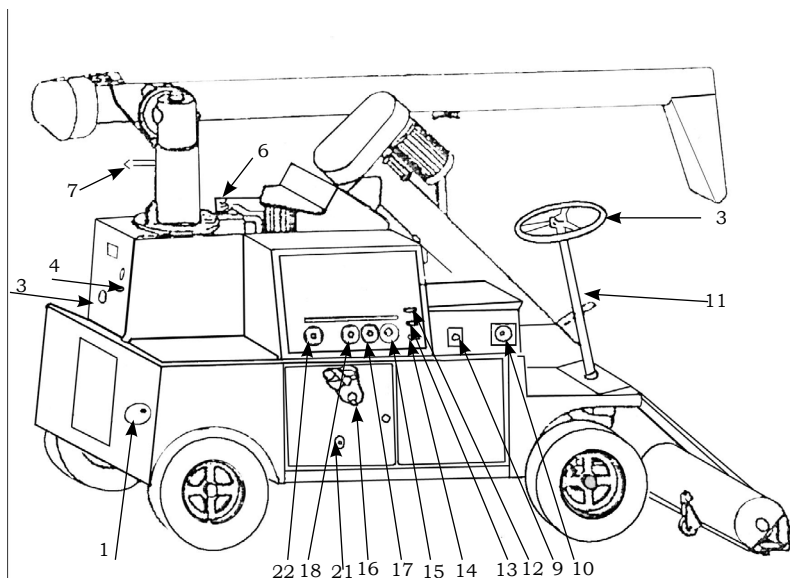

Рис.4.1.
3.23. Ежедневно перед началом работы после, установки рычага подачи семян (поз.19, рис.4.1.) необходимо проверить правильность прилегания резинового уплотнения АПШ 13.003 (поз.3, рис.3.4)
4.1. Органы управления протравливателя (рис. 4.1) служат для управления процессами подготовки к работе, протравливания, а так же маневрирования.
Рукоятка механизма поворота 4 (см. рис. 4.1) и механизма подъема шнека предназначена для поворота и подъема выгрузного шнека с целью установки его в желаемое положение при выгрузке семян и маневрирования.
4.4. Посты управления (кнопки) (см. рис. 4.1) предназначены для ручного управления протравливателя механизмами в наладочном режиме. Кнопка 17 «ЗА-
4.5 Для контроля работы протравливателя служат сигнальные лампы (см. рис. 4.1):
Проведите для этого следующие операции (см. рис. 4.1)
- 4) нажмите и отпустите кнопку 18 (рис. 4.1) «ДОЗАТОР – ВЫГРУЗКА». Работают двигатели М1, М2, М3 шнеков камеры 17 выгрузного шнека 19 и промежуточного шнека 18. Убедитесь в правильности вращения двигателей. Включается электромагнит 34 дозатора;
- 5) нажмите и удерживайте кнопку 18 (см. рис. 4.1) «ДОЗАТОР-ВЫГРУЗКА» - электромагнит отключается, работает дозатор рабочей жидкости (см. рис. 4.1) и диск семян. Отпустите кнопку: включается электромагнит, отключается дозатор рабочей жидкости и диск семян;
- 6) нажмите кнопку 22 (см. рис. 4.1) «СТОП» - двигатели М1, М2, М3 и электромагнит отключаются.
- 7) Поднимите устройство загрузочное с помощью рычага 11 (см.рис.4.1.) в верхнее положение, переведите рычаг переключения скоростей 21 в нижнее положение, установите переключатель 10 реверса самохода в положение, соответствующее направлению стрелки вправо по движению протравливателя - протравливатель вперед. Установите переключатель 10 реверса самохода в положение, соответствующее направлению стрелки назад влево — протравливатель движется назад. Установите переключатель 10 реверса самохода в среднее положение - движение протравливателя прекращается. При включении механизмов протравливателя на должно быть резко выделяющихся шумов и стуков.
6.4. Нажмите кнопку 18 (см. рис.4.1) «ДОЗАТОР-ВЫГРУЗКА» мешалка перемешивает содержимое бака по мере заполнения его водой.
6.5.1. Настройте протравливатель на производительность следующим образом(см. рис. 4.1):
- * отпустите рычаг 11 (см. рис. 4.1) подъема устройства загрузочного вниз;
- * при достижении семенами уровня нижнего датчика бункера отключается электромагнит, приводится в движение дозатор жидкости 6 и диск семян 11 - начинается процесс протравливания, загорается лампа 14 (см. рис. 4.1) «ПОДАЧА СУСПЕНЗИИ»;
- * при понижении уровня семян ниже датчика бункера включается электромагнит, отключая привод дозатора жидкости и диска семян - протравливание прекращается, гаснет лампа HL4 «ПОДАЧА СУСПЕНЗИИ» (см. рис. 4.1).